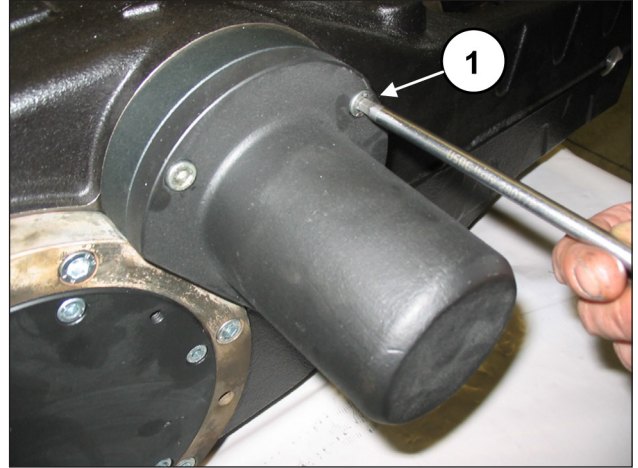

Fig. 8
Dévisser les vis de fixation du couvercle à l'extrémité de l'arbre (rep. ①, Fig. 8) et dégager le couvercle de l'arbre PTO.